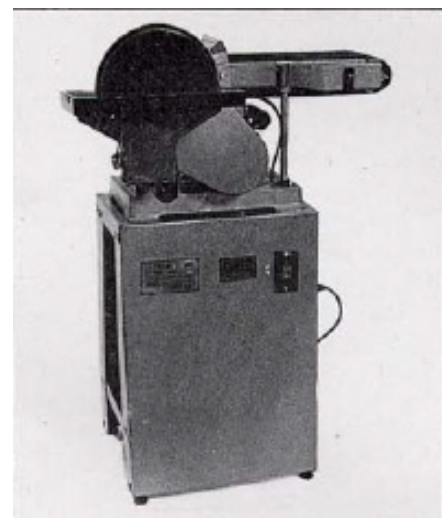

Fig 5.
Placera kroppen på stativet, kom ihåg att ha de fyra hålen på locket på rätt sätt och i läge för att ansluta till de fyra gängade hålen på kroppen. Ta ut bultar och brickor (G) från förpackningen för att dra åt stativet och kropp som fig 5.